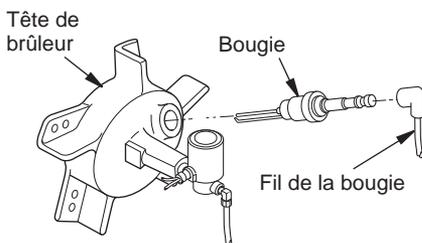

Figure 7 - Retrait de la bougie
2. Retirez le fil de la bougie de la bougie (voir figure 7).
3. Retirez la bougie de la tête du brûleur avec une clé à fourche de 13/16 po (voir figure 7).